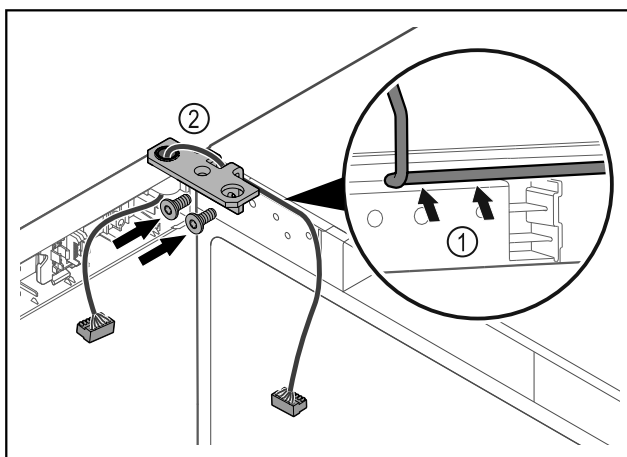

Fig. 52
- Kabel durch die Aussparung des Scharnierwinkels führen und vorsichtig verlegen Fig. 52 (1).
- Scharnierwinkel Fig. 52 (2) anschrauben.